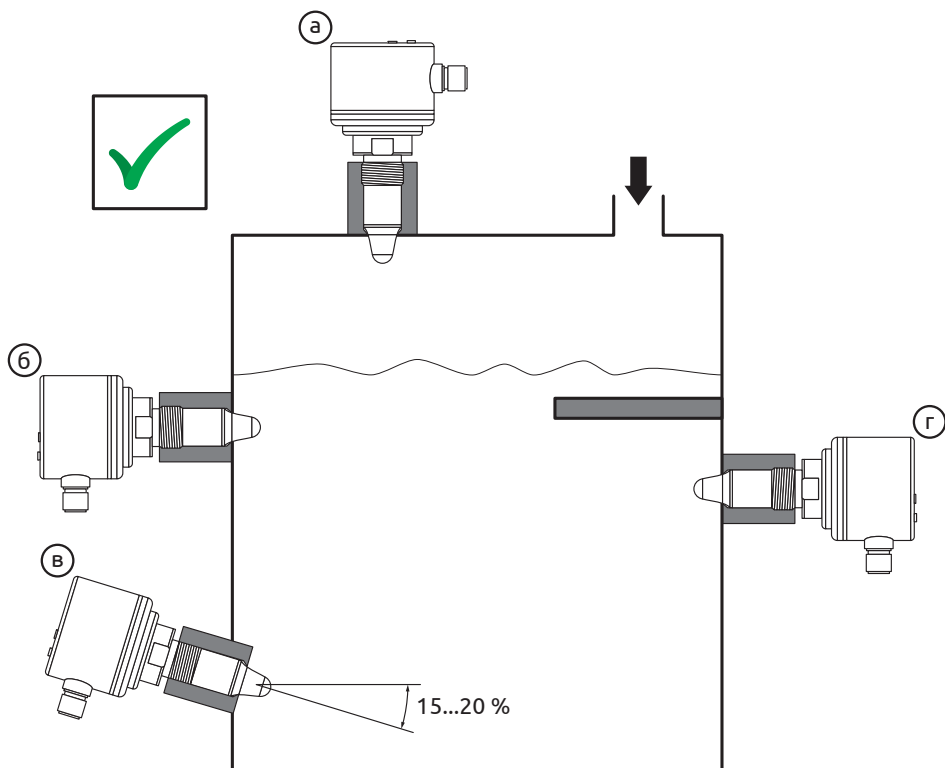
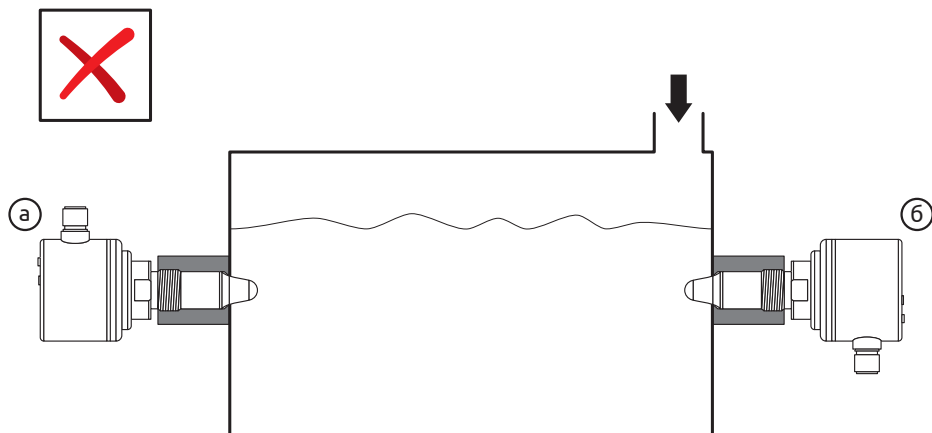

Рисунок 4 - Примеры правильной установки датчиков
Рисунок 5 - Примеры неправильной установки датчиков
- Датчик может устанавливаться в горизонтальном или вертикальном положениях (см. рисунок 4).
- При горизонтальном монтаже рекомендуется обеспечить острый угол к горизонту 15-20 градусов (см. рисунок 4, в). Это позволит уменьшить ударное воздействие и налипание на зонд датчика.
- Датчик должен устанавливаться на достаточном удалении от загрузочного отверстия емкости (см. рисунок 5, а, б). Это позволит защитить сенсор датчика и предотвратить ложную индикацию уровня в процессе наполнения емкости. Если обеспечить данное условие невозможно, то требуется закрыть зонт датчика защитной пластиной (см. рисунок 4, г).